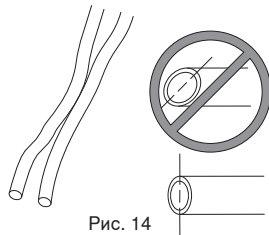

Рис. 14
3. Если трубки слишком длинные, используйте острый нож, чтобы обрезать трубки до одинаковой длины там, где ОНИ НЕ СОЕДИНены. **Убедитесь** в том, что срезы трубок прямые и ровные (рис. 14).